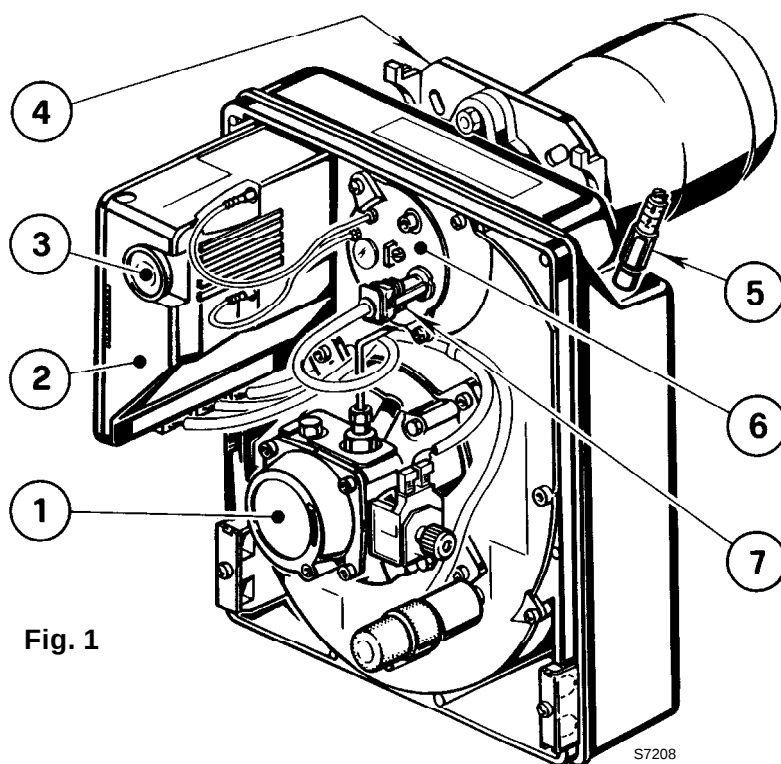

Fig. 1
- Die Reinigung des Photowiderstandes ausführen, (7, Abb. 1, Seite 1).
Nachfolgend finden Sie einige denkbare Ursachen und Abhilfemöglichkeiten für Störungen, die den Betrieb des Brenners beeinflussen oder einen nicht ordnungsgemäßen Betrieb des Brenners verursachen könnten. In den meisten Fällen führt eine Störung zum Aufleuchten der Kontrolleuchte in der Entstörtaste des Steuergeräts (Pos. 3, Abb. 1, S. 1).